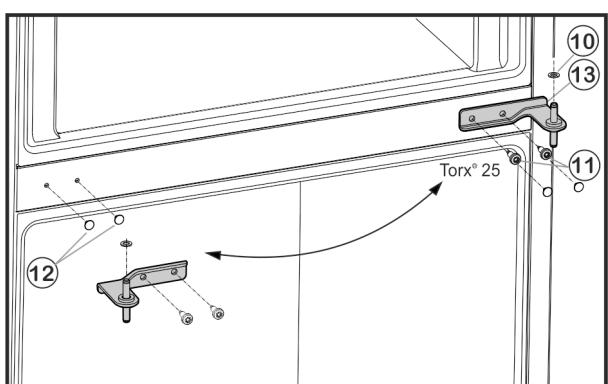

Fig. 6
- Обережно зніміть кришки Fig. 6 (12) та знову встановіть їх з протилежного боку.